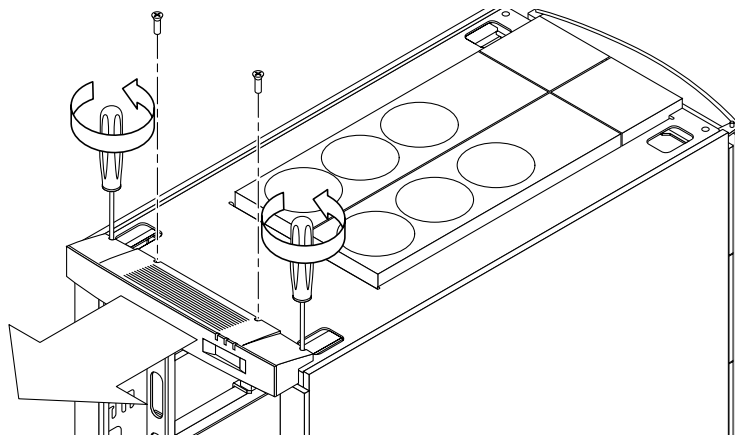

図 5-2 FrameManager の取り外し — 手順 1
1. アセンブリの背面にあるねじを緩めます (図 5-2)。